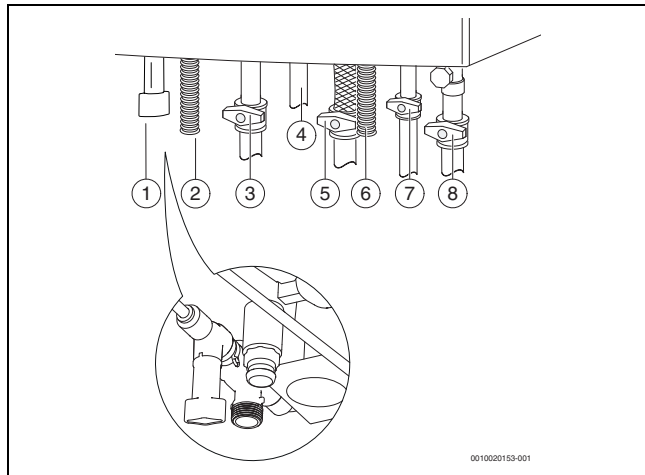

Рис. 25 Подключения газа и воды (дополнительное оборудование)
- ▶ Котлы WBC...DC: откройте кран холодной воды (→ рис. 25) и держите кран горячей воды открытым до тех пор, пока из него не потечёт вода.
- ▶ Откройте краны подающей и обратной линии отопления (→ рис. 25).
- ▶ Заполните отопительную систему до давления 1-2 бар (→ рис. 25) и закройте кран для заполнения и слива.